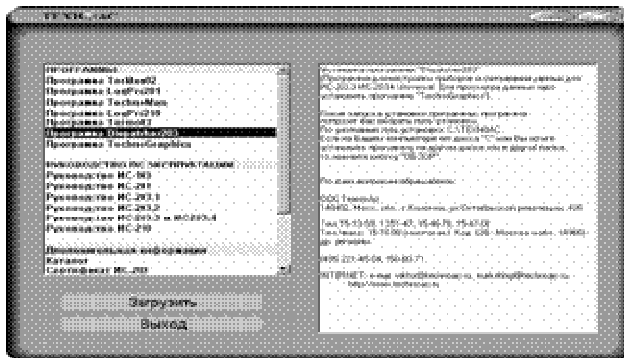

Рис.3
3.1 Вставить диск в CDROM компьютера и запустить файл AutoRun.exe из корневой директории диска. Откроется окно, показанное на рис. 3